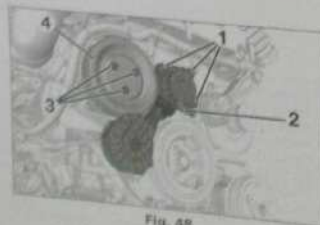

Fig. 48
- les vis (1) (Fig. 48),
- la roue de friction (2),
- les vis (3),
- la poulie (4).